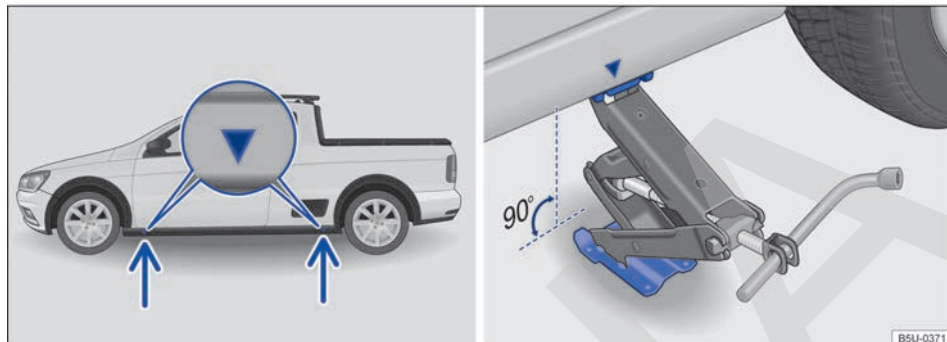

Fig. 186 Puntos de apoyo del gato y gato posicionado atrás en el lado izquierdo trasero del vehículo.
El gato únicamente puede ser posicionado en los puntos de apoyo indicados (marca en la carrocería) → fig. 186. Es válido el punto de apoyo ubicado próximo a la rueda correspondiente → ⚠.
7. Buscar debajo del vehículo el punto de apoyo del gato → fig. 186 más cerca de la rueda que se debe cambiar.
9. Garantizar que la base del gato, con toda su superficie, esté sobre el piso y que la base se encuentre perpendicularmente por debajo del punto de colocación → fig. 186.
10. Alinear el gato y, simultáneamente, levantar la garra del gato hasta que se encaje en el travesaño debajo del vehículo → fig. 186.
- Posicionar el gato únicamente en los puntos indicados. La garra del gato debe encajarse en el perfil del larguero de forma segura → fig. 186.